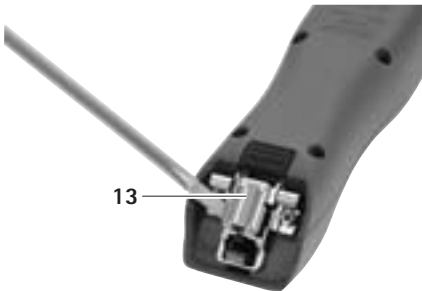

Fig. 1
- Si la bisagra del cabezal está cerrada: abrir la bisagra del cabezal 13 con un destornillador, ver Fig. 1.